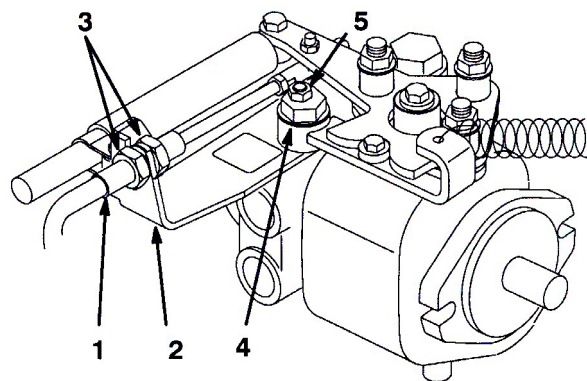

図 52
- A. 走行ケーブルを油圧トランスミッションのバルクヘッドに取り付けているジャムナット(図52)を両方ともゆるめる。ジャムナットは調整ができるよう十分に、また均等にゆるめること。
- B. 偏芯ナットをトランスミッション上部に止めているナット(図52)をゆるめる。
- D. どちらにも車輪が回らないように偏芯ナットを回して調整する。調整ができれば固定ナットを締める(図52)。スロットルSLOW およびFAST 位置で調整が正しいことを確認する。
- E. バルクヘッドのそれぞれの側から、ロックナットを均等にしめて、ケーブルを固定する(図52)。このときケーブルをねじらないように注意する。